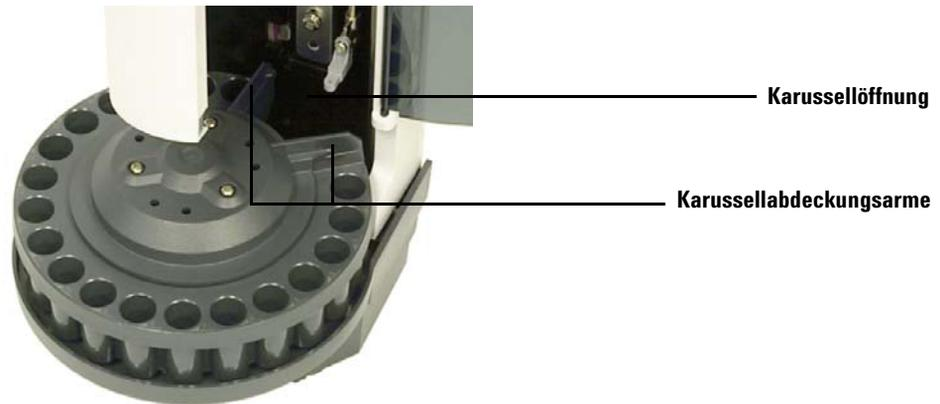

Abb. 95 Ausrichten der Karussellabdeckungsarme an der Karussellöffnung
- 11** Bringen Sie die Karussellabdeckung wieder an. Richten Sie die Karussellabdeckungsarme an der Karussellöffnung aus und befestigen Sie die Karussellabdeckung (Abb. 95).